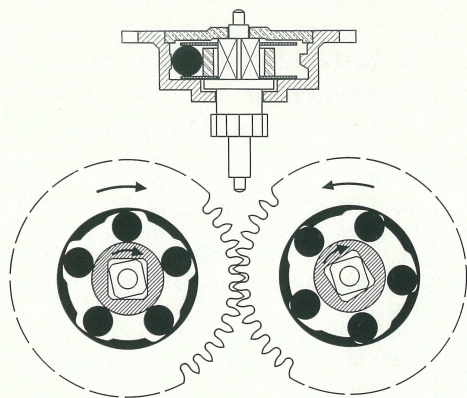

Fig. 6
The two coupling clutches (6348) are identical; they work on the «self-blocking freewheel» principle, and each one contains 5 high-precision ruby-balls. Frictional losses are extremely low and perfect functioning under all conditions is guaranteed (Fig.6).
Die 2 gleichen Kupplungen (6348) arbeiten nach dem Prinzip der sogenannten «selbst-sperrenden» Freilaufkupplung und enthalten je 5 Präzisions-Rubinkugeln; diese beschränken die Reibung auf ein Minimum und gewährleisten eine tadellose Funktion unter allen Bedingungen (Fig.6)
b) Instructions pour les embrayages montés (Fig. 6)
b) Coupling clutches (Fig. 6)
b) Instruktion über die Kupplungen (Fig. 6)
1. La roue tambour avec ouverture dessus est posée sur le trou d'un outil à trou. Puis la rondelle entraîneuse inférieure (béryllium), le cylindre, les billes rubis, la rondelle entraîneuse supérieure (acier) sont mis en place suivant la figure 6 et le couvercle béryllium est chassé à l'aide d'un rivoir suffisamment grand. Les surfaces des rondelles entraîneuses ainsi que les pivotements du tube dans la roue et du pignon dans le couvercle seront huilés avec de la Moebius Syntalube.
1. Die Radtrommel wird mit der Öffnung nach oben auf ein Loch einer Nietplatte gelegt. Danach werden die Einzelteile der Kupplung (Fig. 6) in der folgenden Reihenfolge eingesetzt: Untere Mitnehmerscheibe (Beryllium), Kupplungszylinder, Rubinkugeln, obere Mitnehmerscheibe (Stahl). Die oben liegenden Flächen der untern und obern Mitnehmerscheibe sollen nach dem Einsetzen ein wenig geölt werden (Moebius-Syntalube). Zuletzt ist der Berylliumdeckel mit einem entsprechend grossen Lochpunzen aufzudrücken. Nachdem die Radmontage beendet ist, werden die Lagerstellen der Triebwellen in der Radtrommel und im Berylliumdeckel leicht geölt (Moebius-Syntalube).